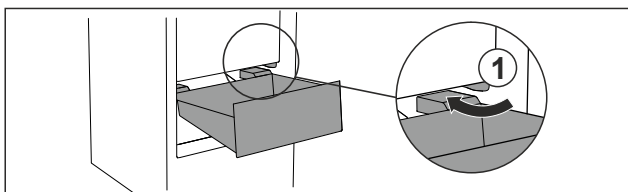

Fig. 87
- ▶ Lirka låda snett kring stoppklackarna Fig. 87 (1).